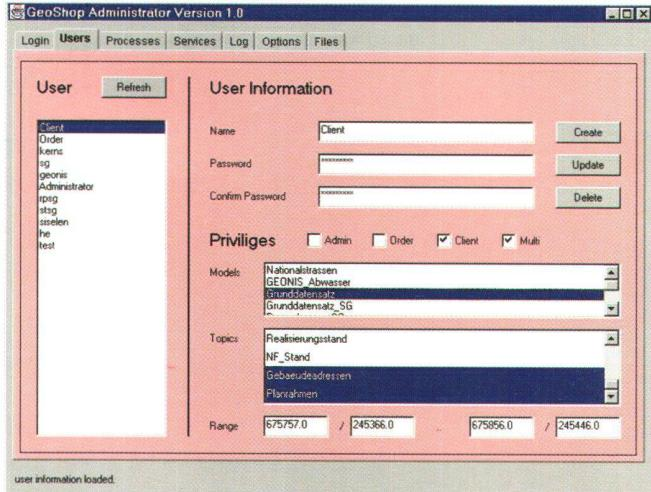

Abb. 2: GeoShop-Administrator.
- Alle administrativen Werkzeuge verfügen über grafische Bedienoberflächen (siehe Abb. 2).